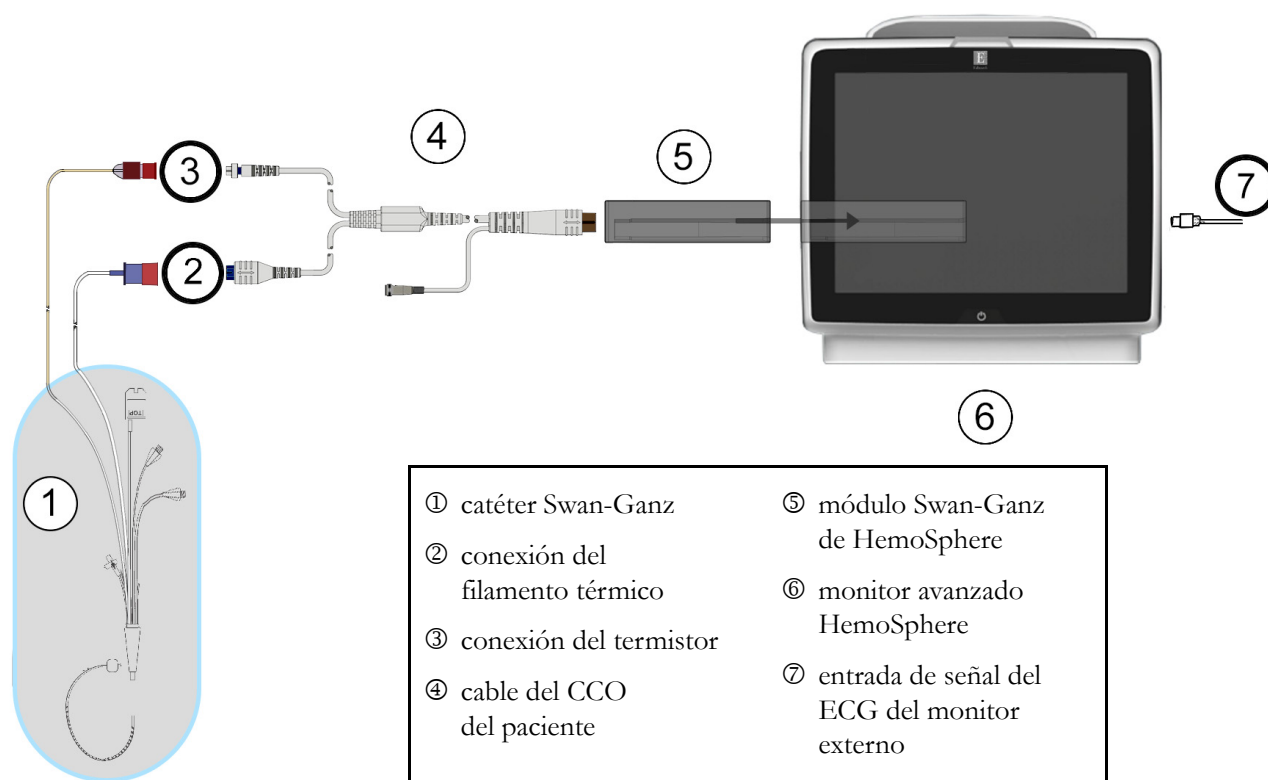

Figura 9-7 Descripción general de conexiones de VDF/FEVD
- 2 Acople el extremo del catéter del cable del paciente a los conectores del termistor y del filamento térmico del catéter de CCombo V de Swan-Ganz. Estos conectores están señalados con ② y ③ en la figura 9-7.